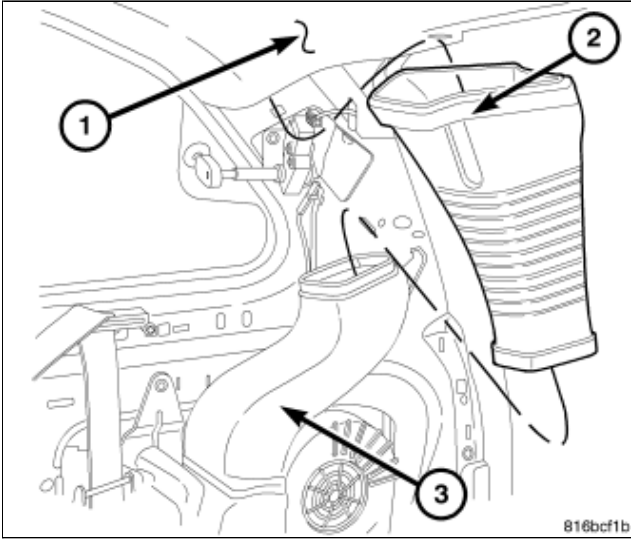

图 1 上后部顶篷分配管
- 2. 向上滑动上后部顶篷分配管, 将其从下后部顶篷分配管分离(图 1)。